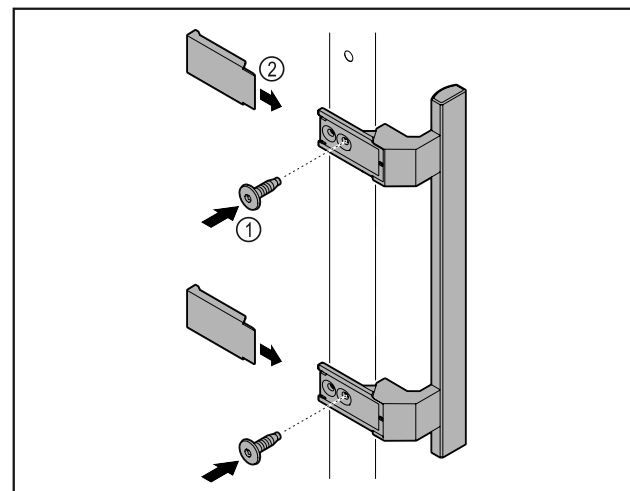

Fig. 7
- Plasser håndtaket som fulgte med, på døren med de vedlagte skruene Fig. 7 (1).
- Sett på dekslet Fig. 7 (2).